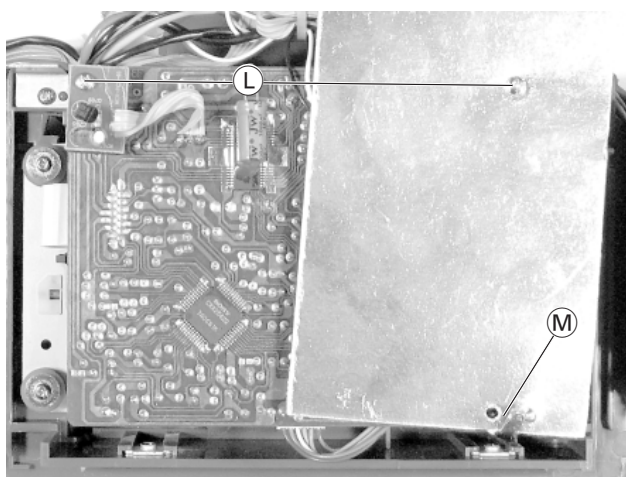

Fig. 6
- 2 Schrauben L herausdrehen (Fig. 6).
- Undo 2 screws L (Fig. 6).